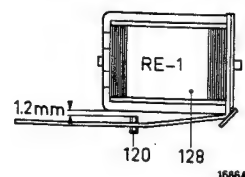

Fig. 13
3. L'électro-aimant "RE1" (voir fig. 13 et 14)